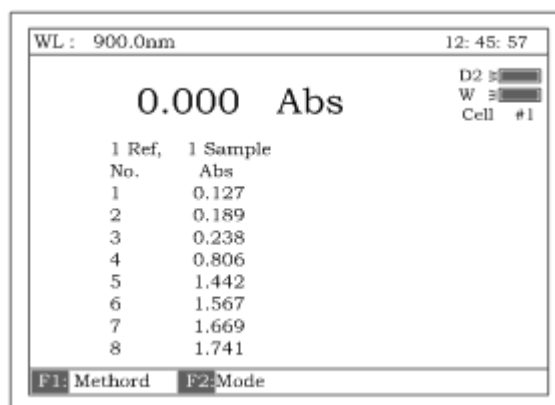

Рисунок 107
8. Уберите 8 контрольных растворов и установите 8 проб в ячейки №1-№8. Нажмите **[СТАРТ/СТОП]**, результаты снимаются автоматически (рис.107).